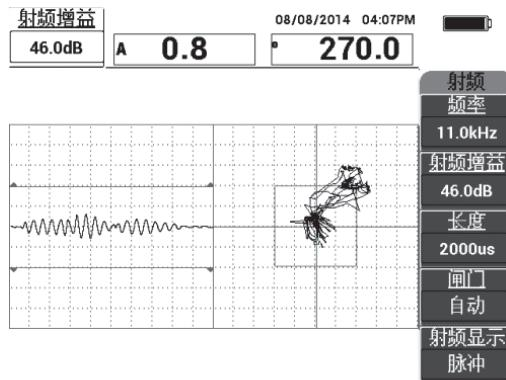

图 6-3 调整增益以得到处于一定范围内的信号
- 将探头的尖端放置在标准试块没有缺陷的区域，使用增益键 (dB) 调整增益，然后确保射频视图 (左侧) 中的信号保持在 1 到 2 个垂直分区内 (参见第 114 页的图 6-3)。